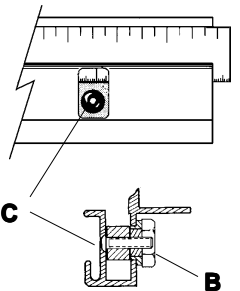

Figure 28
NOTE: One end of each squaring edge bar is fixed in position by its **PIVOT SCREW** near the cutting line. Each of the bars can be raised or lowered slightly by rotating them around their **PIVOT SCREW**. This is done by turning **ECCENTRIC NUTS (B)**, **Figure 28**, one in the **RIGHT SQUARING EDGE BAR** and two in the left. The **LEFT SQUARING EDGE BAR** is very long, so two **ECCENTRICS** are provided to assure the **SQUARING EDGE BAR** can be adjusted straight.
HINWEIS: An dem Ende von jeder **Winkelleiste**, das der Schnittlinie am nächsten liegt, befindet sich eine **Stellschraube**, welche die **Winkelleiste** hält. Jede dieser Leisten kann mit diesen **Stellschrauben** ein wenig angehoben oder gesenkt werden, indem Sie um diese **Stellschrauben** gedreht werden. Das wird durch ein Drehen der **Exzentrilmutter (B)**, **Abbildung 28**, von denen sich eine in der **rechten Winkelleiste** und zwei in der **linken Winkelleiste** befinden. Da die **linke Winkelleiste** sehr lang ist wurden zwei **Exzentrilmutter** eingebaut, um sicherzustellen, daß die **Winkelleiste** genauestens eingestellt werden kann.
N.B. Un côté de chaque barre de bord d'équarrissage est maintenu en position grâce à une **VIS PIVOTANTE** près de la ligne de coupe. Chacune des barres peut être abaissée ou relevée légèrement en les faisant pivoter autour de leur **VIS PIVOTANTE**. Ceci est accompli en faisant tourner les **BOULONS EXCENTRIQUES (B)**, **Figure 28**, un dans la **BARRE DE BORD D'ÉQUARRISSAGE DROIT** et deux dans la gauche. La **BARRE DE BORD D'ÉQUARRISSAGE GAUCHE** étant très longue, deux **BOULONS EXCENTRIQUES** sont fournis pour assurer que la **BARRE DE BORD D'ÉQUARRISSAGE** peut être ajustée correctement.